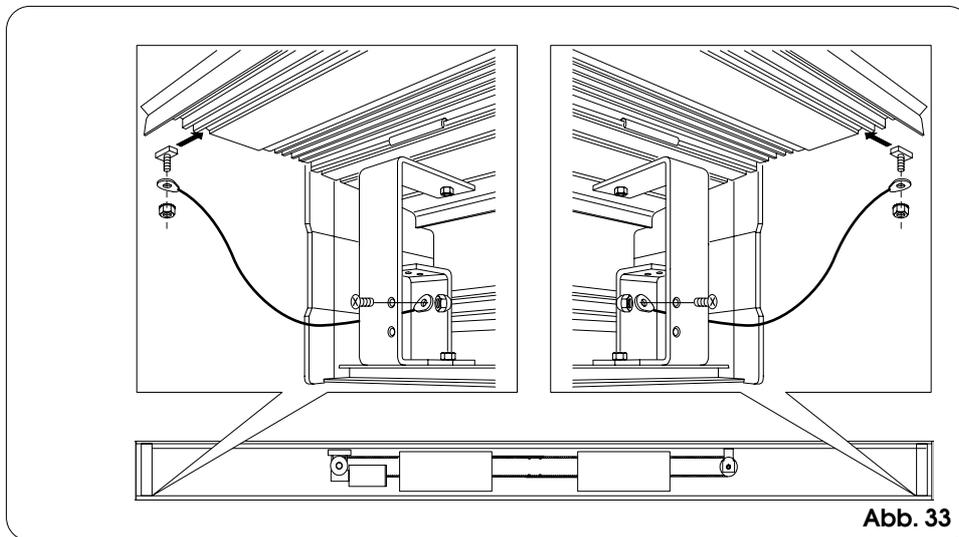

Abb. 33
Die Ösen der Kabel für die Fallschutzblockierung gemäß Abb. 33 auf den seitlichen Bügeln befestigen.
- Im Inneren der Abdeckung die Ösen für die Kabel der Fallschutzvorrichtung befestigen, wie in Abb. 33 angegeben.